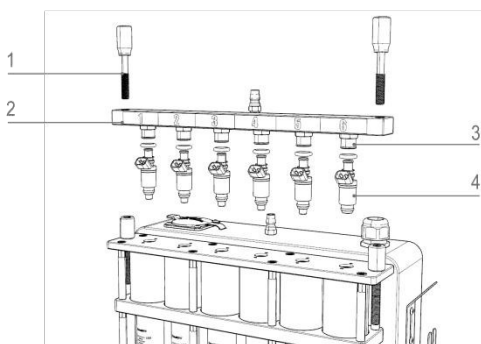

图 5.10
- 3) 调节螺钉，将燃油分配器与喷油嘴总成固定在上盖注油孔中，并均匀拧紧两侧压紧螺钉。安装示意图见图 5.10。